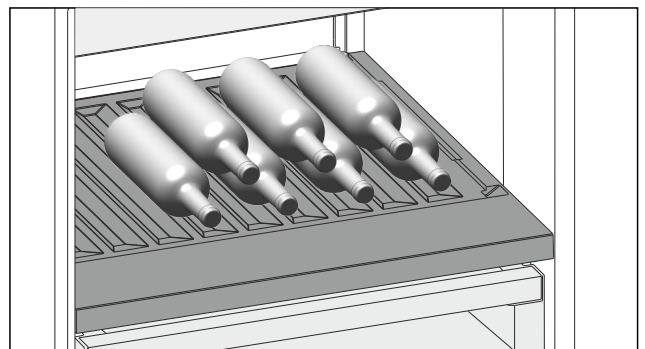

Fig. 154 Beispielhafte Darstellung
- ▶ Flaschen mit dem Boden nach hinten zur Rückwand einlegen. (siehe Fig. 154)